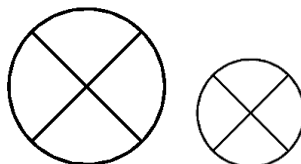

Рис. 2. Изменение масштаба УГО (коэф. масштабирования: 1; 0,6).
2. Возможность изменения масштаба УГО (доступны коэф. масштабирования: 1; 0,6; регулируется параметрами «УГО Масштаб 1 Видимость» и «УГО Масштаб 0,6 Видимость» соответственно), см. рис. 2 и раздел «Параметры экземпляра» в таблице 3.